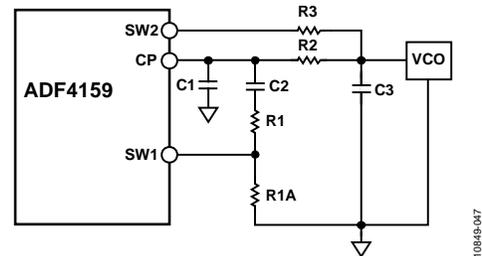

图53. 快速锁定环路滤波器拓扑—拓扑1
要进一步增强稳定性, 减少频率变化中的频率过冲(宽带宽模式下), 请连接电阻R3。(见图53)。快速锁定期间, SW1引脚对地短路, SW2连接至CP(通过将寄存器R4内的DB[20:19]位设置为01来完成, 即快速锁定分频器)。
- 阻尼电阻(R1)分为两个值(R1和R1A), 二者之比为1:3(参见图53)。